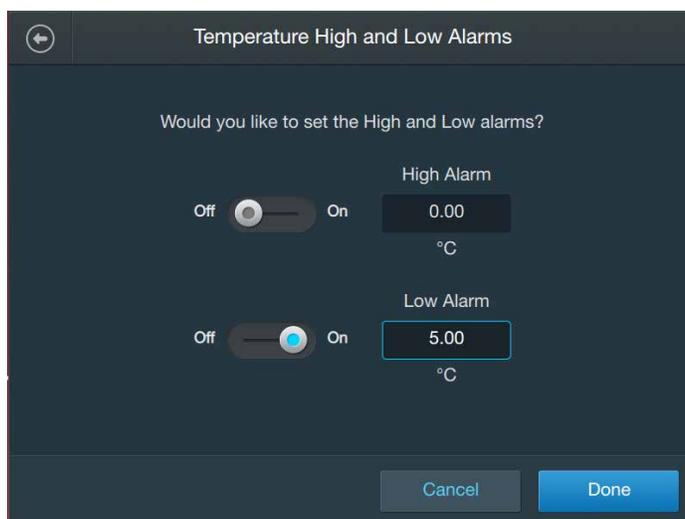

Abbildung 3.41. Bildschirm „Agitation High and Low Alarms“ (Maximal- und Minimalwertalarm für den Mischprozess).
6. Im daraufhin angezeigten Bildschirm (Abbildung 3.41) gibt es jeweils getrennte Bereiche für den „High Alarm“ (Maximalwertalarm) und den „Low Alarm“ (Minimalwertalarm). Um den Maximalwertalarm zu konfigurieren, schieben Sie den entsprechenden Schalter auf „On“ (Aktivieren). Geben Sie in das Feld unter „High Alarm“ (Maximalwertalarm) die Temperatur ein, die den Maximalwertalarm aktiviert.